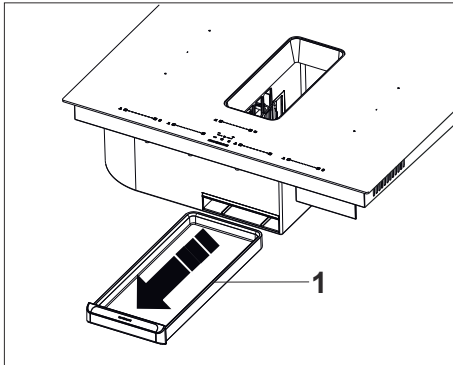

Fig. 5
1. ➡ Ta först bort vätskebehållaren (Fig. 5).